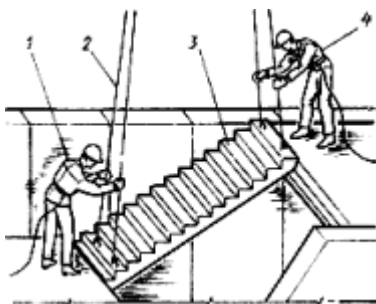

Рис.8. Схема установки лестничного марша
Установка лестничного марша (рис.8 ... 10), исполнители рабочий, выполняющий монтажные работы, старший в звене и рабочий, выполняющий монтажные работы
1. Рабочий, выполняющий монтажные работы, старший в звене, находясь на верхней лестничной площадке, дает сигнал машинисту крана подать лестничный марш 3к месту установки (рис.8).